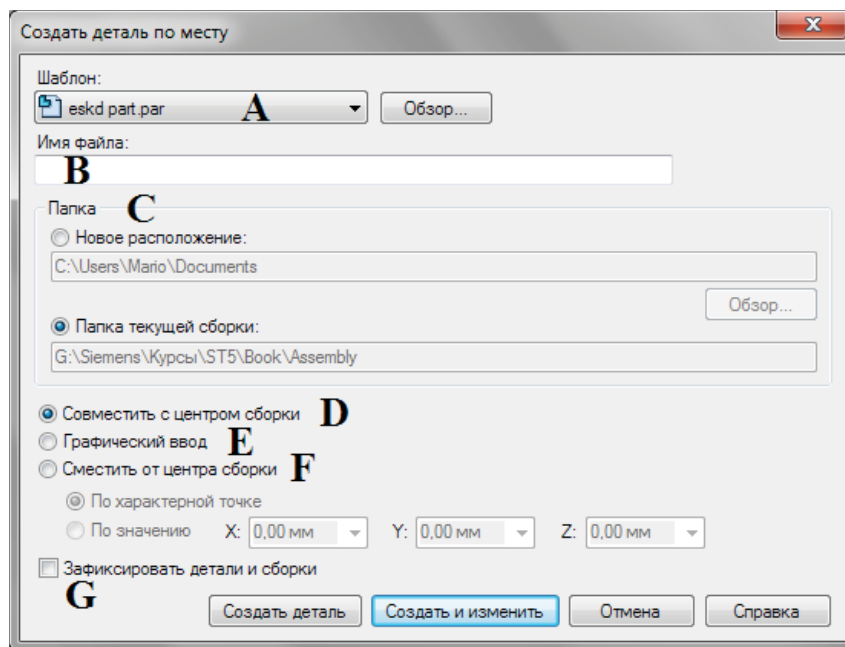

Рис. 2.7.30. Диалоговое окно команды **Создать деталь по месту**
В сборке можно создавать компонент «по месту», или, другими словами, в контексте сборки с использованием окружающей геометрии остальных ее компонентов. Запустить команду **Создать деталь по месту** можно из группы команд **Сборка** на вкладке **Главная** либо из библиотеки деталей, нажав кнопку **Создать по месту**, расположенную слева в палитре кнопок (рис. 2.7.2, А). Отобразится диалоговое окно команды (см. рис. 2.7.30).
- выбрать в списке (см. рис. 2.7.30, А) шаблон, по которому будет создаваться компонент, – например, деталь, листовая деталь, сборка;